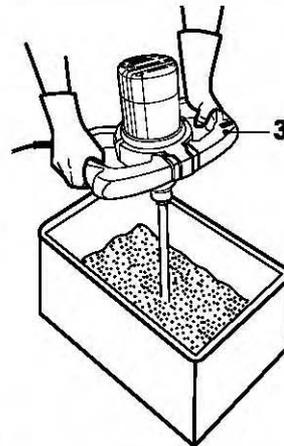

Fig. 13
- > Tenir fermement l'appareil avec les deux mains sur les deux poignées [3], puis insérer l'agitateur [6] dans le matériau (Fig. 13).